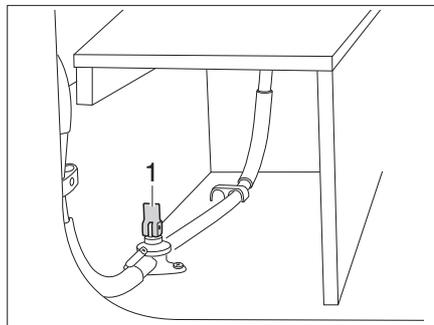

Bild 125 Ablasshahn
- Ablasshahn schließen. Dazu den Kipphebel (Bild 125,1) waagrecht stellen.
- Ablasshahn (Bild 125) öffnen. Dazu den Kipphebel (Bild 125,1) senkrecht stellen. Der Boiler wird über den Ablasshahn nach außen entleert.